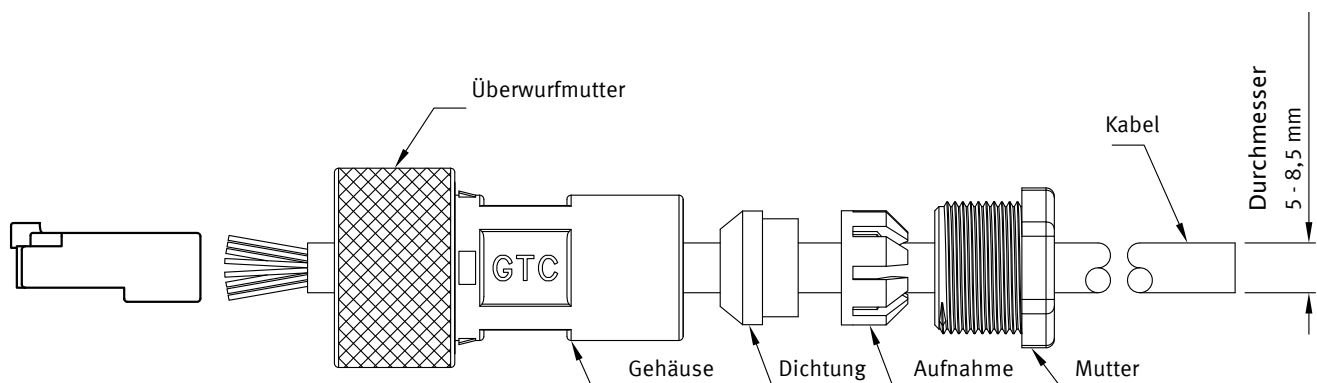

Abb. 27: Ethernet-Gehäuse (© GTC) mit RJ45-Stecker mit demontierter Zugentlastung und Verriegelungslasche
Die Abb. 27 zeigt eine Übersicht zur Ethernet-Stecker-Montage in der korrekten Reihenfolge und bietet eine Orientierung.
- Führen Sie alle Teile in der korrekten Reihenfolge auf das Ethernet-Kabel (siehe Abb. 27).